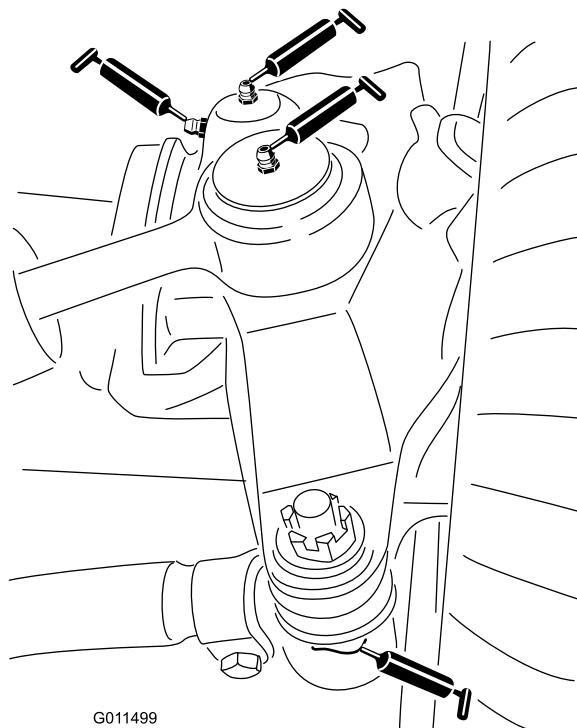

Рисунок 79
- Шаровые опоры гидроцилиндра рулевого управления (2 шт.) (Рисунок 79)
- Шаровые опоры поперечных тяг (2 шт.) (Рисунок 79)
- Втулки поворотных шкворней (2 шт.) (Рисунок 79).